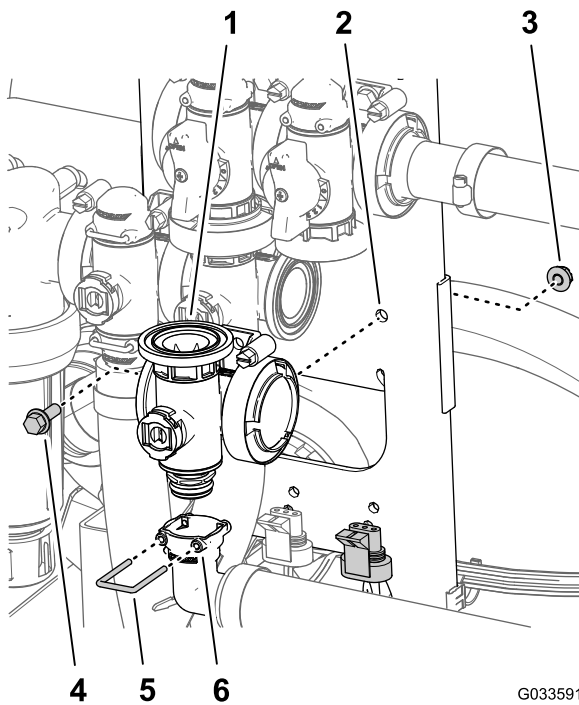

図 127
5. 90° 出口フィッティングのソケットを、マスターブームバルブ用のマニホールドの底部にあるカップリングのフィッティングに取り付ける 図 127。
6. 出口フィッティングのソケットにリテーナを入れて出口フィッティングのカップリングを固定する 図 127。